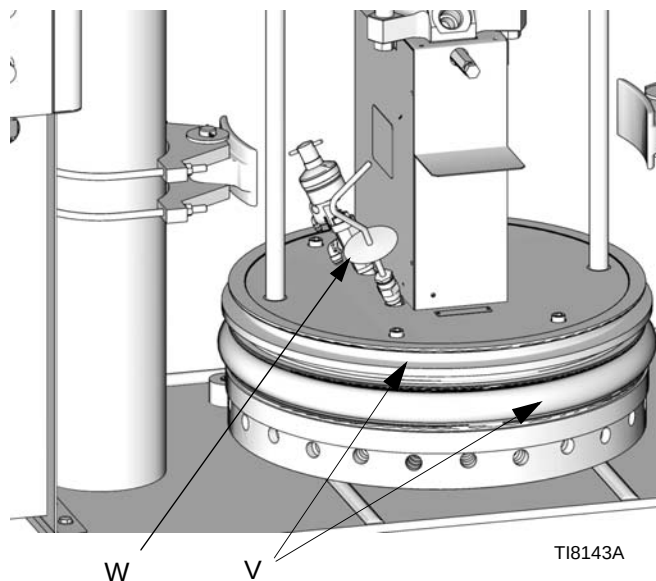

FIG. 20: Platta
5. Applicera ett tunt lager av smörjfett för höga temperaturer (artikelnr. 115982) på plattans trumtätningar (V). Se FIG. 20.
9. Ta bort plattans avluftningshandtag (W). Se FIG. 20.
12. Justera tryckmätarens NER-tryckluftsregulator (P) till 207-345 kPa (2,1-3,4 bar, 30-50 psi) efter att plattätningarna (V) träder in i materialtrumman. Se FIG. 19 och FIG. 20.
13. När tryckmätaren stannar, sätt tillbaka avluftningshandtaget (W) och dra åt för hand. Se FIG. 20.